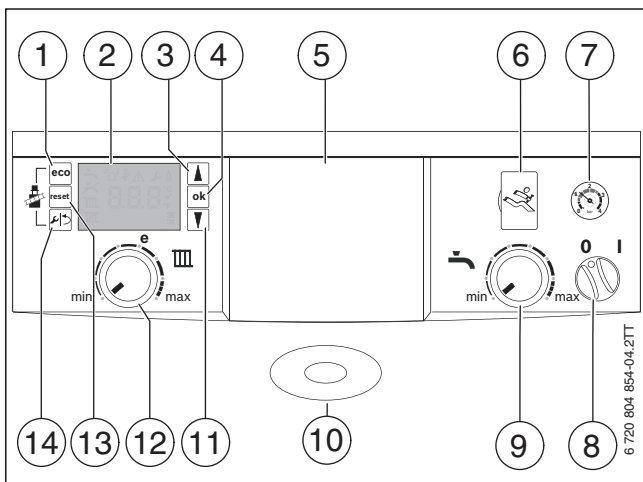

Fig. 6 Betjeningsfelt ved åben betjeningsfeltafskærmning
- Betjeningsenhed for vejrkomparerende regulering indbygget i kedlen (→ fig. 6)